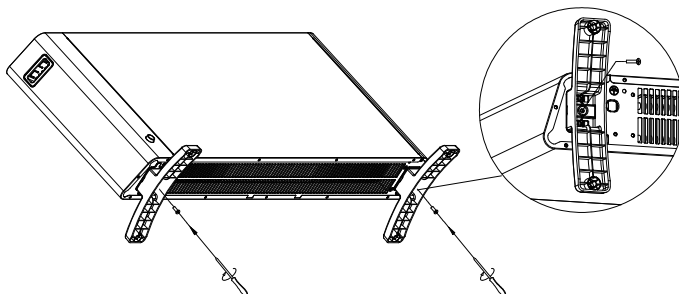

Fig.4
4. Kiinnitä ruuvit pohjan molemmille puolille ja kiristä ne tiukasti. (Fig. 4)